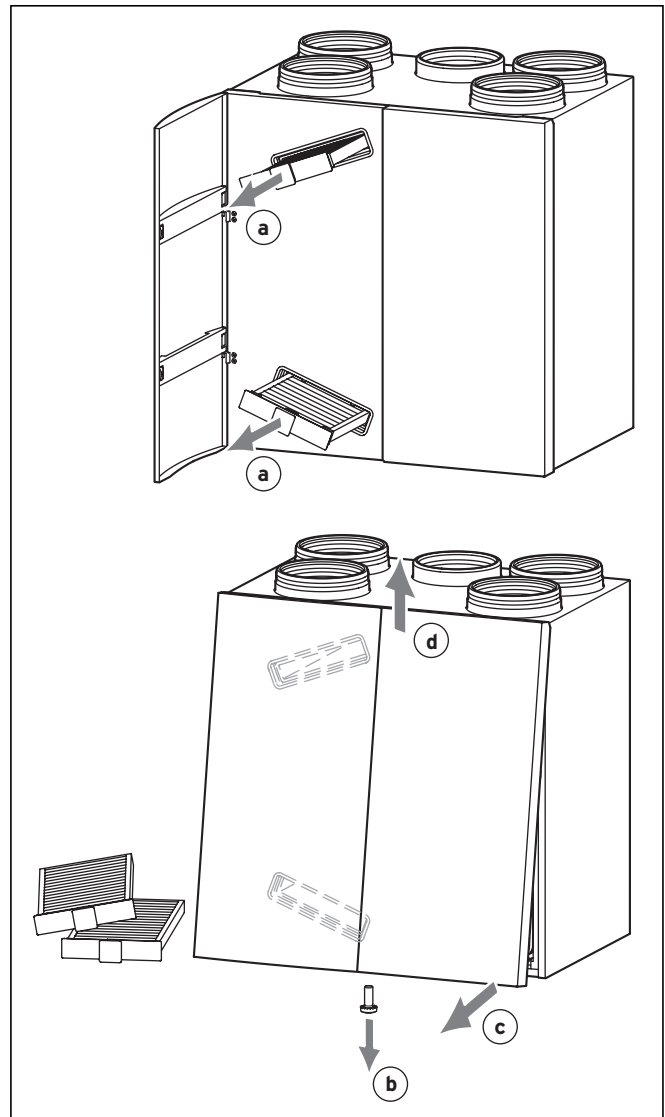

Abb. 4.7 Lüftungsgerät öffnen und schließen
- Ziehen Sie beide Filterkassetten aus dem Gerät und schließen Sie danach die Tür (Abb. 4.7 Pos. a)
- Lösen Sie die Verschraubung der Frontverkleidung an der Unterseite mittig des Geräts (Abb. 4.7 Pos. b).
- Ziehen Sie die Unterseite der Frontverkleidung zu sich heran (Abb. 4.7 Pos. c).
- Heben Sie die Frontverkleidung über die Befestigungspunkte aus dem Gerät (Abb. 4.7 Pos. d).